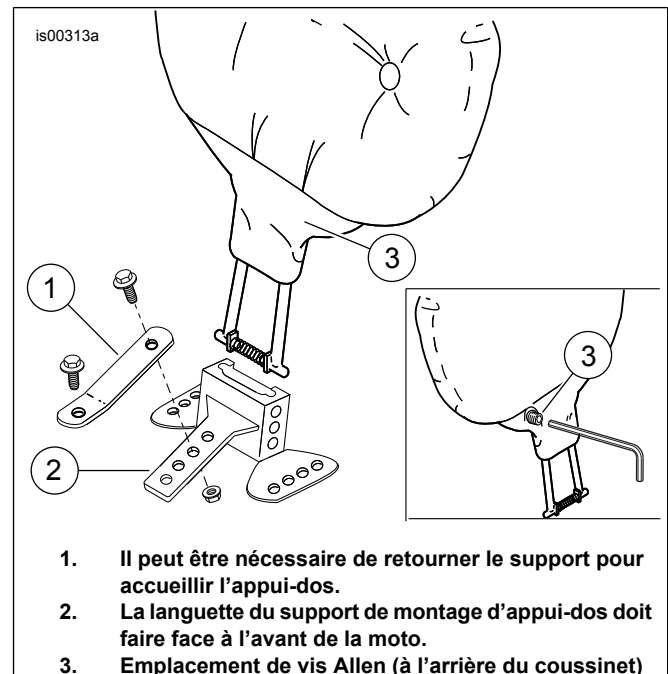

Figure 1. Support d'appui-dos et position du support
Voir Figure 1. Trois trous sont présents de chaque côté du support de montage d'appui-dos pour les ajustements. Utiliser le jeu de trous correspondant le mieux à la selle et à la position du conducteur.
12. Voir Figure 1. Régler la position avant/arrière du coussin d'appui-dos. Utiliser une clé hexagonale de 3/16 pouce pour régler la vis d'arrêt (3) accessible depuis l'œillet à l'arrière du coussin. *Si possible, ne pas retirer la vis d'arrêt car sa mise en place est difficile.*